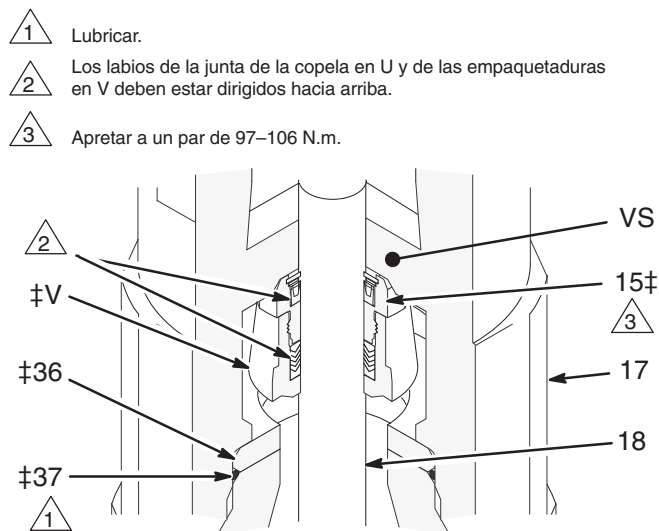

Fig. 5
6. Desenrosque el alojamiento de la válvula de admisión (17) del cilindro (10). Extraiga el alojamiento de la bomba. El conjunto de la válvula de retención de admisión (V, vea la Fig. 5) debería deslizarse bajando por el vástago del pistón de cebado (18) a medida que extrae el alojamiento; si no se desliza fácilmente, aflójelo golpeando firmemente la parte superior del alojamiento (17) con una maza de goma.
7. Extraiga el asiento de admisión (36) y la junta (37) situados en el fondo del alojamiento de la válvula de admisión (17). Tenga cuidado de no dejar caer el conjunto de la válvula de retención (V) a media que se libera. Vea la Fig. 5.
- NOTA:** Si resulta difícil desmontar el asiento (36), introduzca una varilla de cobre a través de la parte superior del alojamiento (17) y extraiga el asiento con ayuda de un martillo.
1. Deslice el alojamiento de la válvula de admisión (17) sobre el vástago del pistón de cebado (18), cerciorándose de que la superficie uniforme del tope de la válvula (VS) está dirigida hacia abajo, hacia la admisión de la bomba. Enrosque el alojamiento (17) en el cilindro (10). Vea las Fig. 5 y 6.
2. Lubrique la varilla del pistón de cebado (18), y deslice la válvula de admisión prearmada (V†) en la varilla, asegurándose de que la tuerca prensaestopas (15†) va en la varilla en primer lugar. Empuje hacia arriba el conjunto de la válvula tanto como sea posible. Utilice una maza de goma en la varilla del pistón (18), para empujar el conjunto de la válvula hasta el tope superior (VS). Vea las Fig. 5 y 6.
3. El asiento de admisión (36†) es reversible. Coloquelo presionando dentro del alojamiento (17) hasta que se asiente firmemente. Lubrique la junta (37†) e instálela en el bisel que rodea el fondo del asiento. Vea la Fig. 5.
- 3 Válvula de retención de admisión (vea la Fig. 5).